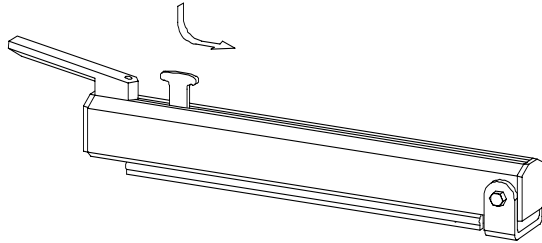

Fig.1
3. Si nécessaire, on peut couper la partie au dessus de la soudure à l'aide du couteau pressant le bouton rouge et en le faisant passer d'un côté à l'autre du bras, lorsque celui-ci est abaissé (pendant la soudure). (fig. 1).
- Overskæring af folien sker ved at trykke knivholderen ned og føre denne på tværs af kæben under svejse- og køletiden. (fig 1)
3. Vid avskärning: Pressa ned knivhållaren och för knivslåden snabbt över folien under tiden armen är i nedpressat läge (fig.1).
3. Folien kan kuttes ved å trykke den røde knivholderen på sveisearmen ned og samtidig skyve den til den andre siden av armen, mens denne er nede (fig.1).